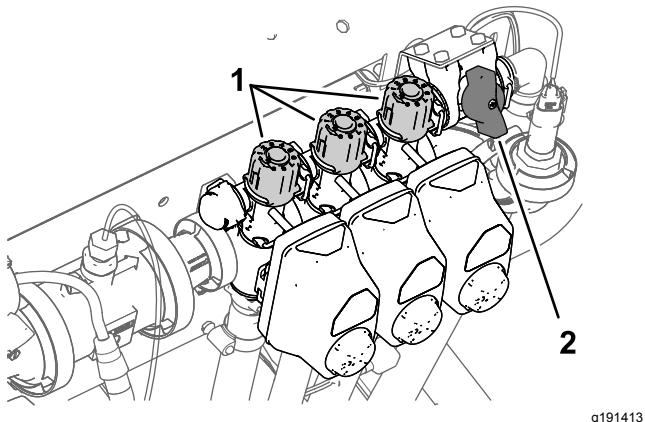

Figura 30
2. Desactive el interruptor de la sección izquierda y ajuste el mando de desvío de la sección (Figura 30) hasta que el caudal indicado coincida con el valor anterior, según la tabla.
4. Ajuste el mando de desvío de la sección derecha (Figura 30) hasta que el caudal indicado coincida con el valor anterior, según la tabla.
6. Ajuste el mando de desvío de la sección central (Figura 30) hasta que el caudal indicado coincida con el valor anterior, según la tabla.